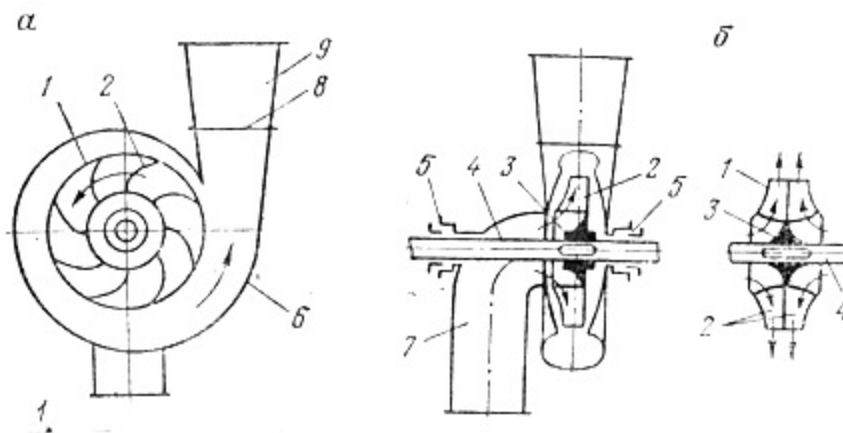

Рис.2. Відцентрова турбомашина
1.1.2. У *відцентровій* турбомашині рідина входить вздовж осі обертання, а виходить перпендикулярно. Вона складається (рис. 2) з робочого колеса (1) з лопатками (2) і обікачем (3), вала (4), підшипників (5), спірального відводу (6), вхідного патрубка (7), напірного патрубка (8) і дифузора (9).